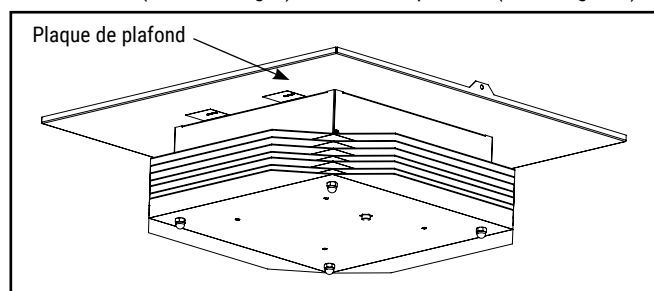

Figure 1.
1. Retirez le (n ° de catalogue) du carton d'expédition. (Voir la Figure 1)